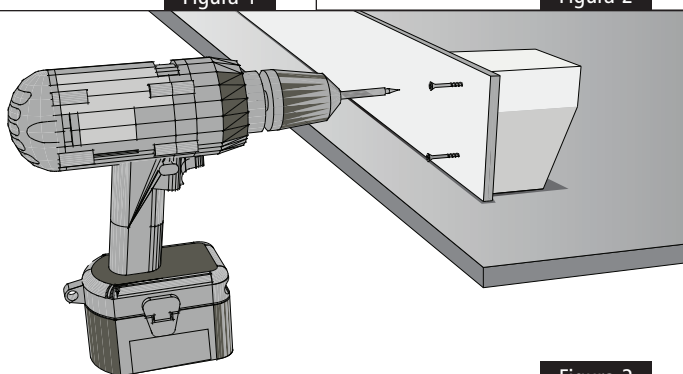

Figura 3
- 4** Inserte dos tornillos para madera de cabeza plana de 1" para asegurar la pata al revestimiento como se muestra en la figura 3.